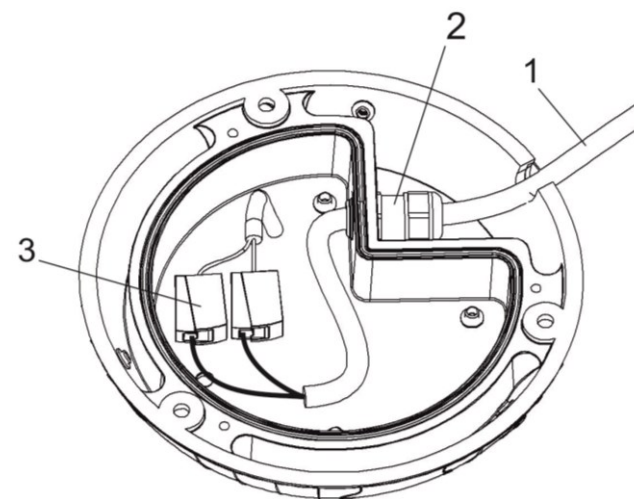
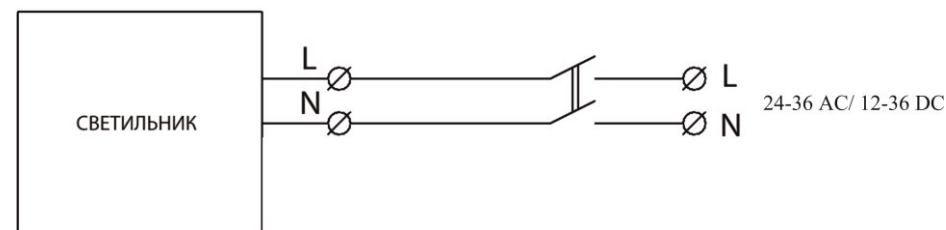

Рисунок 2 Схема монтажа сетевого провода в светильник.
Рисунок 3 Схема подключения светильника
- Заведите сетевой провод (поз.1 рис 2) через гермоввод (поз.2 рис 2) внутрь светильника. Подсоедините сетевые провода к клеммной колодке (поз.3 рис.2) согласно схеме на рис.3. Затяните гермоввод. Закройте металлическую крышку на светильнике.